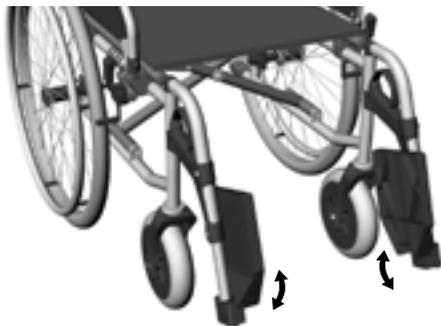

Abb.8
2. Schwenken Sie die Fußplatte nach oben. (Abb. 8)